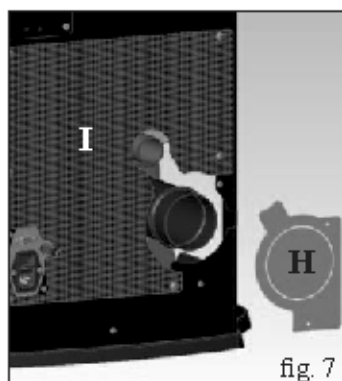
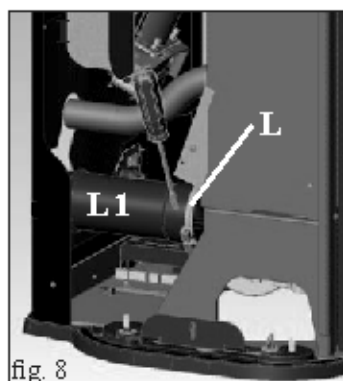

fig. 7
fig. 8
- Desmontar los laterales de cristal (H - fig. 7) quitando las protecciones.
- Quitar las gomas fijadas debajo de los soportes de fijación (superior y laterales) de los laterales de cristal (I - fig. 8).
- Quitar la encimera de cristal apoyada (H - fig. 7).
- Retirar el lateral de acero, fijado a la estructura de la estufa con 2 tornillos (X - Fig. 7) para eliminar , deslizándolo por arriba (I - fig. 8).
- Quitar el diafragma (H - fig. 7) y si fuese necesario también la parte trasera inferior perforada (I - fig. 7).
- Aflojar la abrazadera (L - fig. 8) y retirar el tubo de salida de los humos (L1 - fig. 8).